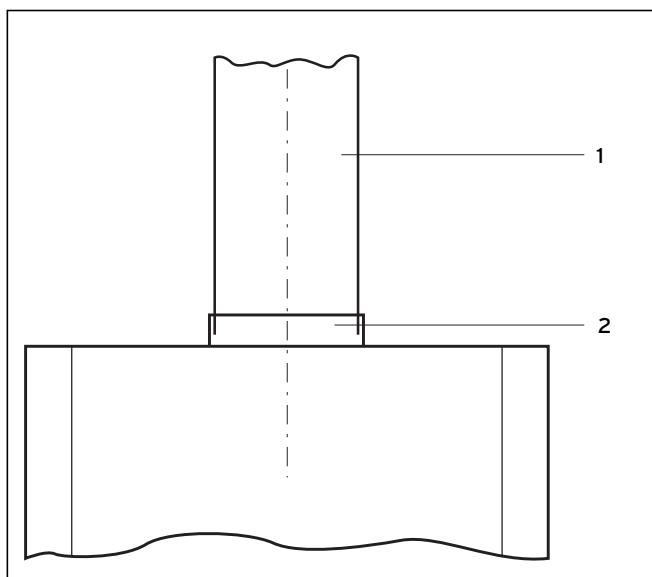

Fig. 5.1 Conexión de evacuación de gases
- ÓColoque el conducto de salida degases (1) en la conexión del conducto de salida de gases (2) en el cortatiro, véase fig. 5.1 Conexión de evacuación de gases.